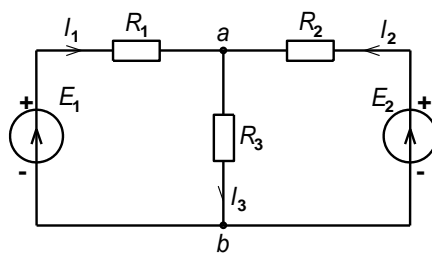

Рис. 9.
**Задача 10.** Для сложной электрической цепи, представленной на рис. 9, необходимо: